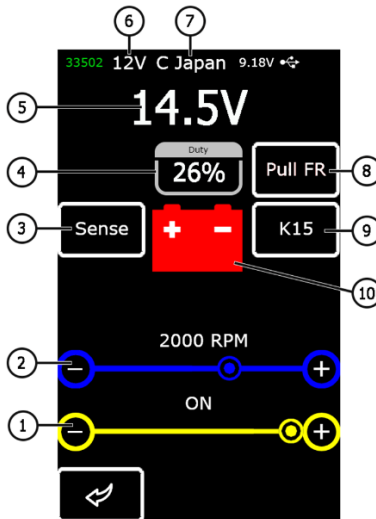

Рисунок 10. Інформація на екрані діагностики генератора/регулятора
Під час переходу в режим діагностики регуляторів на екрані може відобразитися така інформація (див. рис. 10):
- 5) Оцінюється здатність регулятора підлаштовуватися під задану напругу стабілізації, яку задають повзунком поз. 1 рис.10.